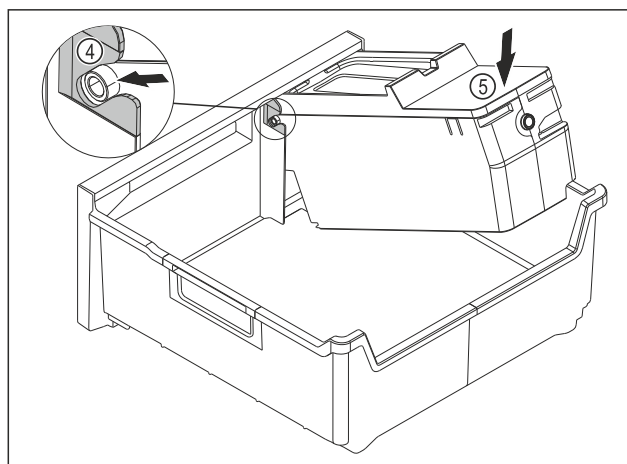

Fig. 145
- ▶ Monter le corps de l'EasyTwist-Ice : Insérer les axes du corps de l'EasyTwist-Ice dans les guides Fig. 145 (4).
- ▶ Appuyer l'arrière du corps de l'EasyTwist-Ice Fig. 145 (5) vers le bas.